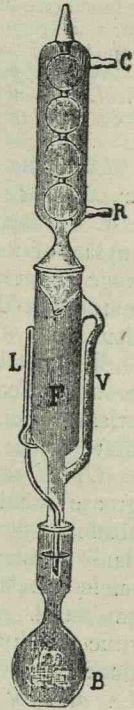

Fig. 234. Aparatul Soxhlet.
**Aparatul Soxhlet**, fig. 234, este foarte întrebuințat în laborator pentru extracții de tot felul. În filtrul *F* se pune substanța solidă din care voim să extragem alcaloidul. În balonul *B*, încălzit pe baia de apă, se pune alcool, eter sau un alt disolvent. Vaporii formați prin încălzire trec prin *V* și se ridică în răcitorul *RC*, unde se condensează și de unde cad picături de lichid peste substanța din *F*. Lichidul se adună tot mai mult în *F*, disolvă o parte din alcaloidul cu care vine în atingere și când nivelul lui e ceva mai sus de tubul *L*, care lucrează ca un sifon, curge prin acesta în balonul *B*. Aici disolventul singur se prefăce din nou în vapori care trec prin *V* și cad din *RC* în picături de lichid pe amestecul de extras. Corpul